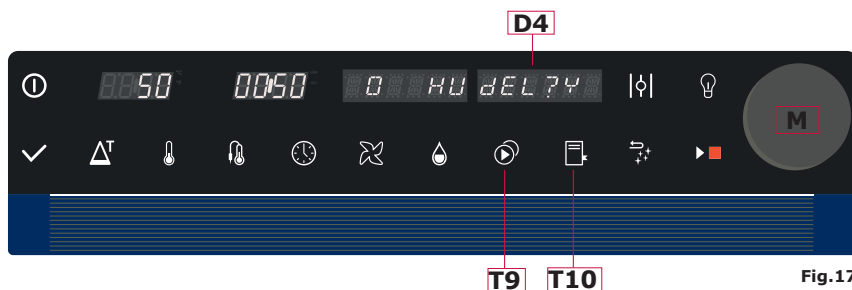

Fig.17
Se si desidera salvare le modifiche apportate, tenere premuto per 3 secondi il pulsante **T10 (Fig.17)**.
3. Tenere premuto il pulsante **T9** (Fig.17).
4. Il display **D4** (Fig.17) mostrerà: **DEL? N**